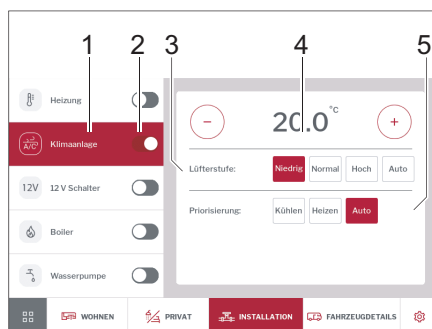

Bild 287 Klimatanläggning
- Med skjutreglaget (Bild 287,2) sätter du på och stänger av klimatanläggningen.
- Klicka på knappen *Klimatanläggning* (Bild 287,1). Kontrollpanelen för klimatanläggningen visas.
- Använd plus- och minusknapparna för att ställa in önskad rumstemperatur (Bild 287,4).
- Ställ in önskad prioritering (kyla/värme/auto)(Bild 287,5).
- Välj fläktnivå (Bild 287,3).